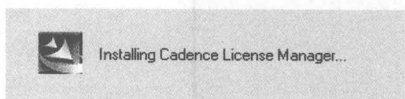

图1-12 正在安装Cadence License Manager
- (8) 单击 **Next >** 按钮，开始安装 Cadence License Manager，如图 1-12 所示。